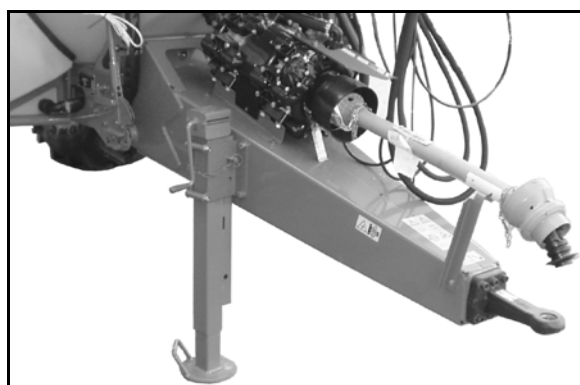

Bild 43
- **Hitch-dragstång (Bild 43)**